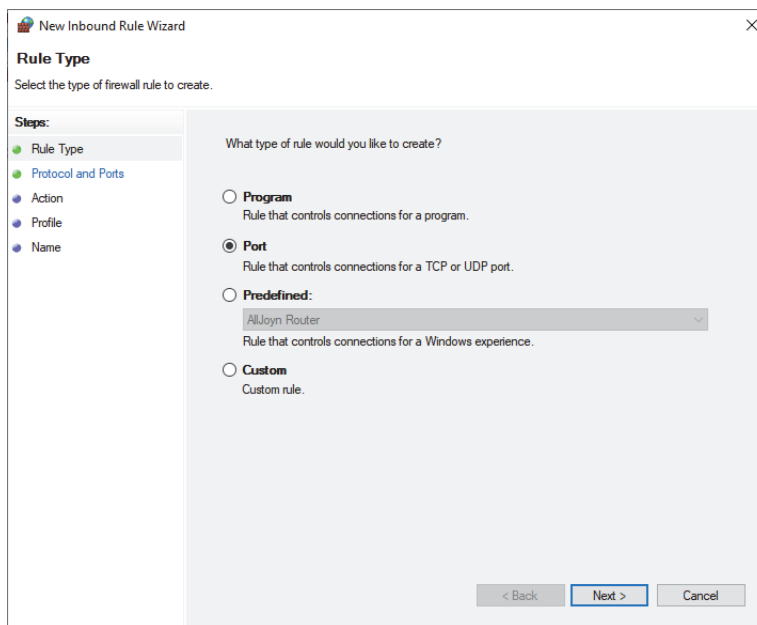

図 1-11 [新規の受信の規則ウィザード] ダイアログボックス – ポート
3. [新規の受信の規則ウィザード] ダイアログボックスで、[ポート] を選択します (33 ページの図 1-11)。